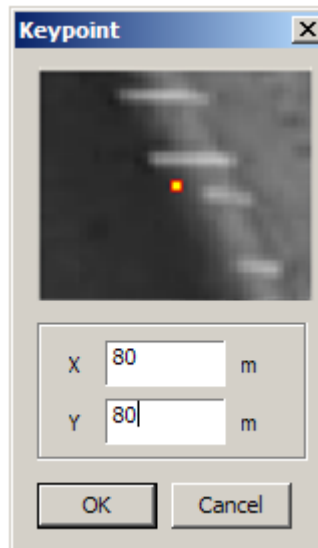

Fig. 7.4—7 Keypoint positions setup
- 6.4 Click «OK» (see Fig. 7.4—7).